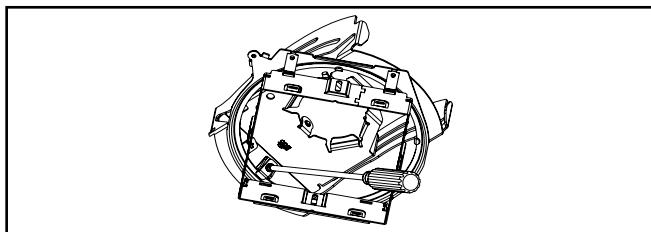

Figura 6.
**Note:** Para la instalación de la "apertura interna" el disco estacionario debe separarse del mecanismo de ajuste, pasarse a través de la abertura e instalarse como se describió anteriormente. Para separar el disco estacionario, afloje el tornillo de sujeción y gire la abrazadera para liberar el disco (Figura 6.). Pase el disco a través de la abertura e instálelo (Figuras 7. a 9.). Repita para el mecanismo de ajuste (Figuras 10., 11. y 12.). Apriete el tornillo de sujeción